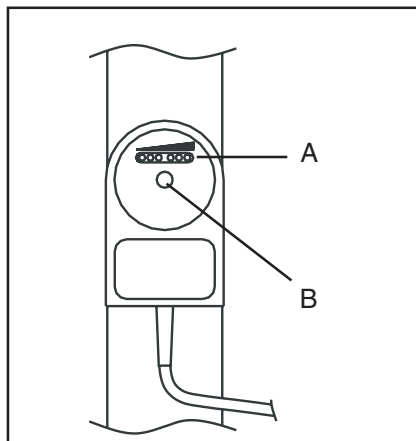

Fig. 15
Remarque: Contrôler que l'interrupteur de flux soit placé correctement ; voir fig.15. L'interrupteur de flux doit être placé parallèlement au tuyau afin que le fil sorte dans la direction du flux.
Voir cependant section 3 et fig. 15
4. Dévisser la vis de nylon 'B' (fig. 15).
5. Contrôler que l'interrupteur d'écoulement tourne correctement (voir fig. 15)